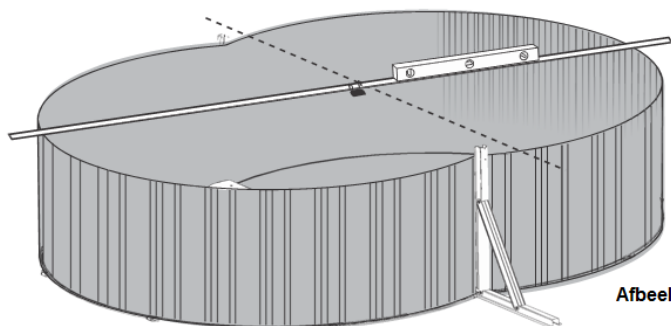

Afbeelding 23
10. Breng de twee uiteinden van de zwembadwand samen en begin elke bout en moer erin te steken en met de hand vast te draaien tot de volle lengte van de voeg ineen zit. (Zie Afbeelding 23). Draai de bouten niet volledig vast voordat u hebt gecontroleerd dat de wand op de juiste plaats en volledig effen zit, en dat er geen schade is ontstaan aan de zwembadwand.